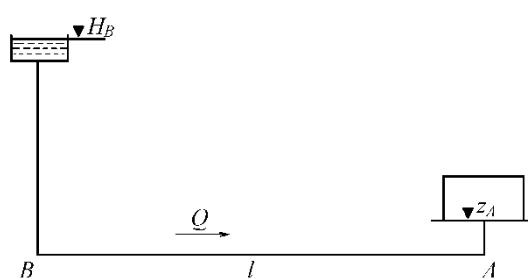

Рис. 2
3. Определить диаметр трубопровода для подачи 15 л/с воды от водонапорной башни  $B$  до предприятия  $A$  (рис. 2) при длине трубопровода  $l = 1000$  м, отметке уровня воды в башне  $H_B = 32$  м, геодезической отметке в конце трубопровода  $z_A = 2$  м и свободном напоре  $H_{cs} \geq 12$  м, если трубы:
Перепад уровней в пьезометрах до сужения ( $D_1 = 0,1 \text{ м}$ ) и в узкой горловине ( $D_2 = 0,05 \text{ м}$ ) в трубе круглого сечения, в которой установлен водомер Вентури, составляет 0,4 м. Ускорение свободного падения принять равным  $10 \text{ м}/\text{с}^2$ ,  $\pi = 3,14$ . При входе в узкую горловину водомера, приведенного на рис. 2,
Перепад уровней в пьезометрах до сужения ( $D_1 = 0,1 \text{ м}$ ) и в узкой горловине ( $D_2 = 0,05 \text{ м}$ ) в трубе круглого сечения, в которой установлен водомер Вентури, составляет 0,4 м. Ускорение свободного падения принять равным  $10 \text{ м}/\text{с}^2$ ,  $\pi = 3,14$ . На рис. 2 постепенное расширение называется...